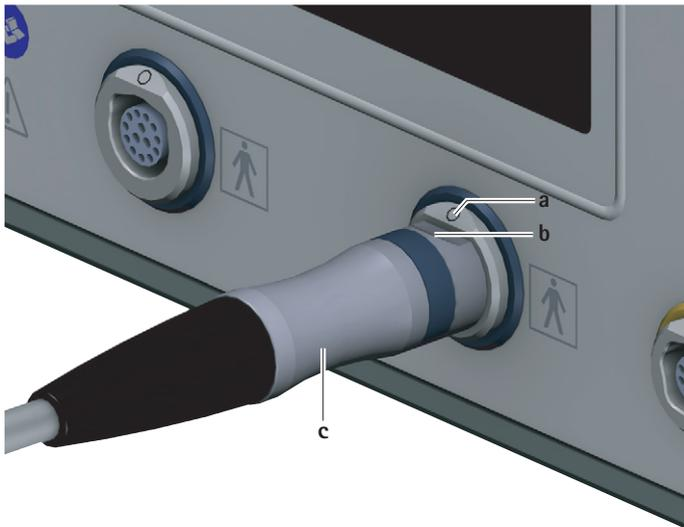

Fig. 3 Raccordement du câble de moteur
- ▶ Orienter le connecteur pour unité de commande **c** du câble de moteur de telle sorte que le repère **b** sur le connecteur coïncide avec le repère **a** sur la prise de raccordement pour partie appliquée **7**, voir Fig. 3.
- Tirer le câble de moteur sur le connecteur pour unité de commande **c** hors de la prise de raccordement pour partie appliquée **7**, voir Fig. 3.